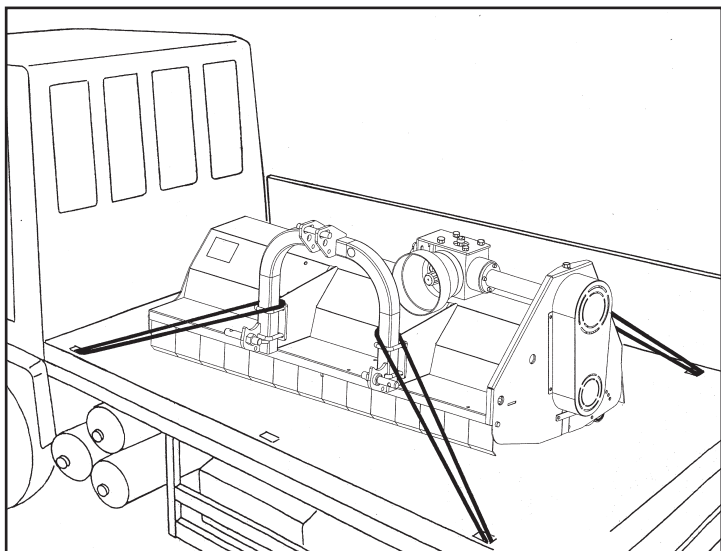

Fig. 1
- La macchina è trasportabile su mezzi tipo camion, rimorchi, ecc. a patto che il mezzo sia idoneo per quanto riguarda la sagoma, la portata, lo stato della struttura portante; e comunque che rispetti le norme in vigore nel paese di utilizzo della vostra macchina (**Fig. 1**).
- The machine can be transported by truck, trailer etc. provided the means is suitable as regards the outline, capacity, condition of the load-bearing frame and, in any case, complies with the regulations applicable in the country in which the machine is used (**Fig. 1**).